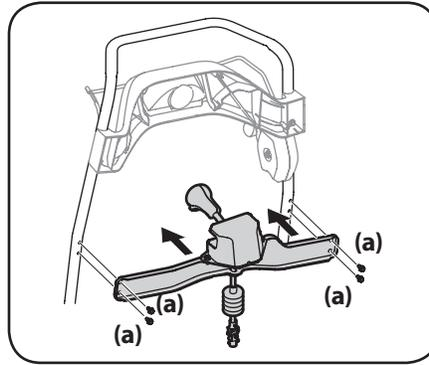

Figura 2-12
2. Usando los tornillos de cabeza hexagonal (a), instale el conjunto del control de rotación del canal. Consulte la Figura 2-12.